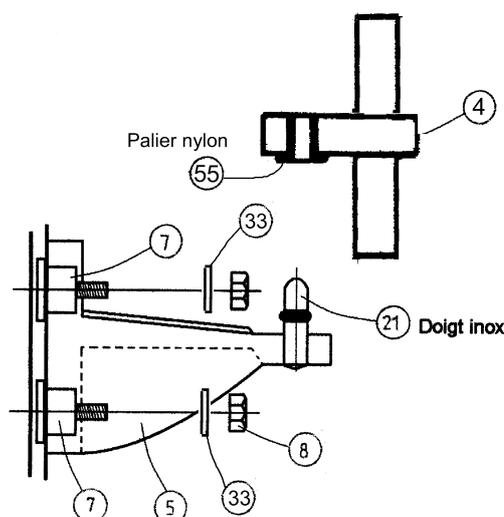

Fig.5
III 2 c - Enfiler dans la gorge de mât autant de fois une paire de lardons (7) que de supports d'articulation (5). Voir fig. 5
III 4 b - Emboîter à fond une articulation/jonction (4) à l'extrémité supérieure du profil de 0.60 m (1) pour que la collerette en Nylon (55) de l'articulation / jonction (4) soit tournée vers le bas des profils. (fig. 5)
III 4 e - Monter et serrer les vis de jonction (9). Assembler ainsi de suite tous les profils de guindant (2) **sauf le dernier profil de 2 mètres (2)**. Rappel : veiller à toujours tourner les collerettes des paliers Nylon (55) des articulations/jonctions (4) vers le bas de profils (fig.5).
- tous les supports d'articulation (5). Fig. 5
III 5 b - Monter un support d'articulation (5) avec ces 2 lardons (7) **avec le doigt en inox vers le haut**. Monter sans le serrer un écrou Nylstop (8) sur chacun des lardons (7). Voir Fig. 5.